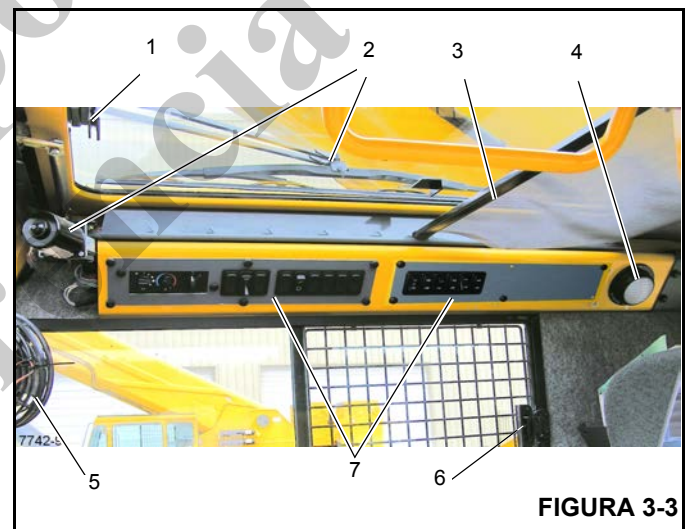
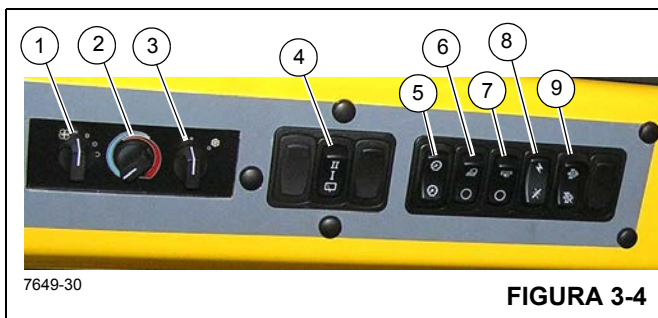

FIGURA 3-3
Figura 3-4 Números de artículos
El pestillo de la ventana del techo (1, Figura 3-3) se encuentra en la parte delantera de la ventana. Apriete el pestillo y deslice la ventana hacia atrás para abrirla. Para cerrar, deslice la ventana hacia adelante hasta que el pestillo se trabé.
El limpiacristal de la ventana del techo (2, Figura 3-3) se controla por medio del interruptor del limpiacristal, (4) (Figura 3-4), y su funcionamiento es controlado por el motor del limpiacristal.
La visera de la ventana del techo (3, Figura 3-3) se utiliza para reducir la luz solar directa. La visera es autorretraíble y se puede utilizar para filtrar el ingreso de luz solar o se puede ajustar hacia atrás y trabarse en las muescas provistas.
La luz interior de techo (4, Figura 3-3) se encuentra en la esquina trasera derecha de la consola superior de la cabina y provee iluminación a la cabina. La luz de techo interior se controla por medio de un interruptor ubicado en la lámpara misma.
El ventilador de circulación de la cabina (5, Figura 3-3) se encuentra en el lado delantero izquierdo de la cabina, encima del marco de la ventana. Una unión giratoria permite girar el ventilador y en su base se encuentra el interruptor de control. El interruptor tiene las posiciones alta, baja y apagado.
La ventana del lado derecho de la cabina se puede abrir. Apriete el pestillo (6, Figura 3-3) para soltar la ventana y deslizarla hacia adelante. Para cerrar, deslice la ventana hacia atrás hasta que el pestillo se trabe.
El interruptor del ventilador del calefactor/acondicionador de aire (1) (Figura 3-4) controla la velocidad del ventilador de la cabina. La velocidad del ventilador controla el volumen de salida de aire calentado (o la salida de aire enfriado) del ventilador. Los ajustes son apagado, velocidad baja, velocidad mediana y velocidad alta.
El interruptor de control del calefactor (2) (Figura 3-4) controla la intensidad de la temperatura de calefacción. Gire el interruptor hacia la derecha (sentido horario) para abrir la válvula para la calefacción. (El calor proviene del fluido calentado que circula por el serpentín del calefactor.) Gire el interruptor hacia la izquierda (sentido contrahorario) para cerrar la válvula para detener la circulación del fluido y reducir el calor.
El interruptor del acondicionador de aire (3) (Figura 3-4) controla el funcionamiento del sistema de acondicionamiento de aire opcional. Los ajustes son apagado (O) y encendido (I).
El limpiacristal eléctrico se usa para quitar la humedad de la ventana en el techo. El limpiacristal de la ventana del techo es controlado por el interruptor del limpiacristal (4) (Figura 3-4). Éste es un interruptor de 3 posiciones, APAGADO, velocidad BAJA y velocidad ALTA (OFF/LOW/HIGH).
El interruptor del atenuador de luces de tablero (5) (Figura 3-4) controla la iluminación de los controles del calefactor/acondicionador de aire que se encuentran en la
parte superior y el medidor de temperatura de aceite de la transmisión (7) (Figura 3-3); presione el interruptor para aumentar o reducir la iluminación del tablero.
El interruptor de luces de trabajo (6, Figura 3-4) controla las luces de trabajo de la grúa montadas en la parte delantera inferior de la cabina de la superestructura. Presione la parte superior del interruptor para encender las luces de trabajo. Presione la parte inferior del interruptor para apagar las luces de trabajo.
El interruptor de las luces de la pluma (7) (Figura 3-4) se encuentra en el tablero de la pantalla lateral. Este interruptor de dos posiciones (ON/OFF) controla el funcionamiento de los proyectores de la pluma. Presione la parte superior del interruptor para encender las luces de la pluma; presione la parte inferior del interruptor para apagar las luces de la pluma.
El interruptor de alimentación de funciones de grúa (8) (Figura 3-4) se encuentra en el tablero de la pantalla lateral. Este interruptor de dos posiciones (ON/OFF) permite al operador desconectar la energía eléctrica de las funciones de la grúa controladas por los controladores hidráulicos en los apoyabrazos. Al colocar el interruptor en la posición de APAGADO se impide el accionamiento inesperado de las funciones si se tocan los controladores durante el transporte u otra operación. Cuando el interruptor está en la posición de apagado (OFF), también se bloquea el funcionamiento del malacate de alta velocidad.
El interruptor del DPF (filtro de partículas diesel) del motor (9) (Figura 3-4) se encuentra en el lado derecho del tablero de control superior. Este interruptor es un interruptor de tres posiciones, inhibir regeneración/permitir regeneración y comenzar regeneración. Presione este interruptor para iniciar la regeneración del motor o para inhabilitar la regeneración: